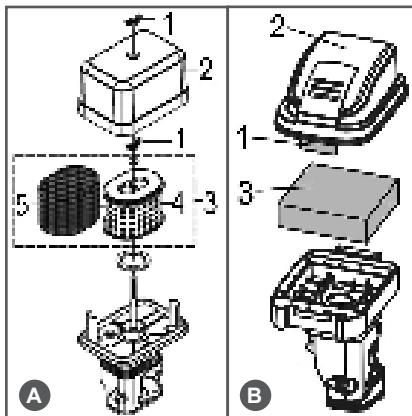

Рис. 10 Обслуживание воздушного фильтра
1. Открутите баращковую гайку (отогните фиксатор крышки воздушного фильтра) (Рис. 10 п. 1) и снимите крышку воздушного фильтра (Рис. 10 п. 2).
2. Извлеките из корпуса воздушный фильтр (Рис. 10 п. 3).
- Поролоновый (предварительный)фильтрующий элемент тип «А» (Рис. 10А п. 5) установлен на корпусе бумагенного фильтрующего элемента (Рис. 10А п. 4).
4. При незначительном загрязнении промойте поролоновый фильтрующий элемент (Рис. 10А п. 5 и Рис. 10В п. 3) теплым мыльным раствором и прополоските. Поврежденный или сильно загрязненный поролоновый фильтрующий элемент замените.
5. Воздушный фильтр тип «В» - поролоновый (Рис. 10В п. 3) смочите специальным или чистым моторным маслом, после чего отожмите излишки масла.
Бумажный фильтрующий элемент (Рис. 10А п. 4) не подлежит очистке, необходима его замена. Не продувайте бумажный фильтрующий элемент сжатым воздухом, не промывайте его в бензине и других растворителях. Эксплуатация двигателя с грязным или поврежденным воздушным фильтром, или без воздушного фильтра приведет к попаданию грязи и пыли в карбюратор и двигатель, что в свою очередь, станет причиной его быстрого износа. Двигатель в этом случае не подлежит ремонту по гарантии.